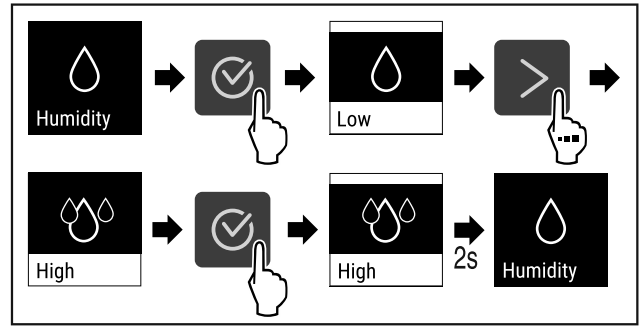

Fig. 94
- Vykonajte kroky akcie (pozri Fig. 94).